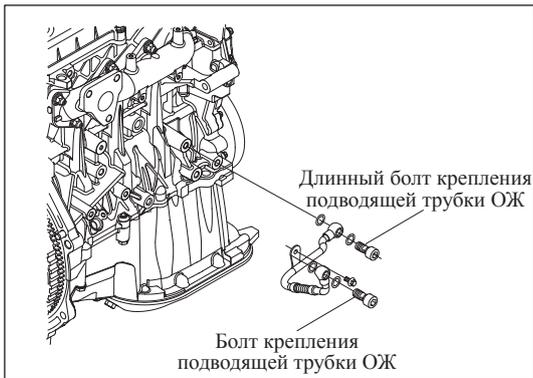

Рис. 7-2-7. Установка подводящей трубки ОЖ турбонагнетателя
- (5) Установить подводящую трубку ОЖ турбонагнетателя с прокладками на корпус блока цилиндров с помощью одного длинного болта, как показано на рис. 7-2-7.